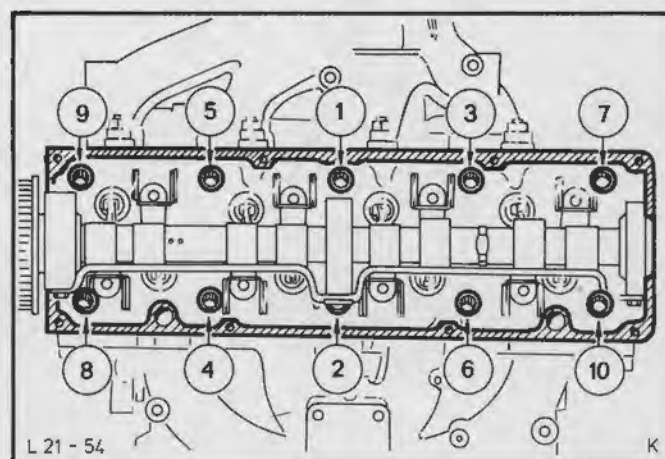

Fig.87. Topstykkeboltens tilspændingsrækkefølge
18. Afmonter topstykket komplet med ind-sugnings- og udstødningsmanifold (10 bolte), idet topstykkeboltene løsnes i omvendt rækkefølge af tilspændingen, Fig.87.
ne 21-003 i motorblokken i stedet for topstykkeboltene 7 og 9 (Fig.87) og læg en ny toppakning på.
der er vist i Fig.87.